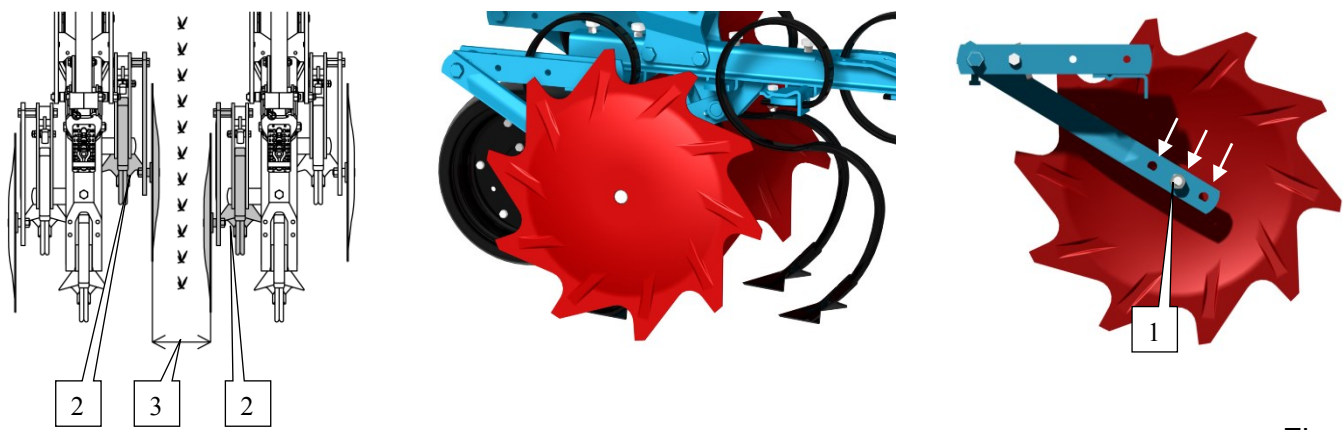

Fig. 1
- Durch einen Druck nach oben (1) und nach hinten (2), den Träger in Position bringen (Abb. 1 und 2).
4.1 - Disques protège-plants crénelés (Fig. 1) :